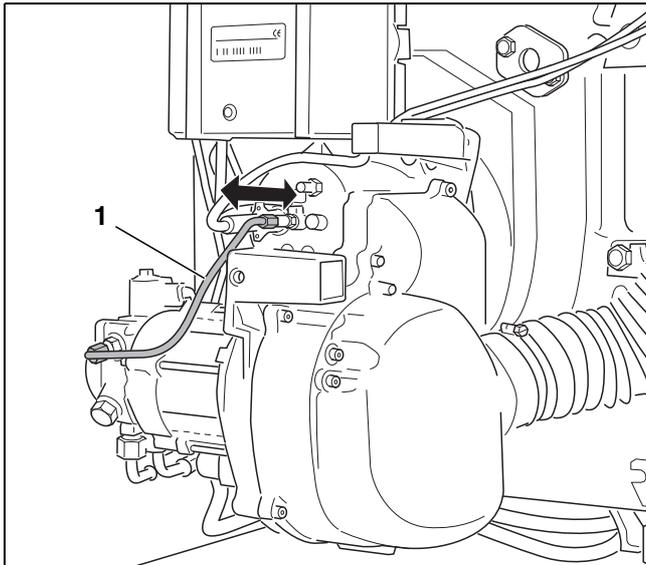

Bild 36 Korrekten Sitz des Mischsystems prüfen
- ▶ Ölzuleitung (→ Bild 36, [1]) ca. 5 mm herausziehen.